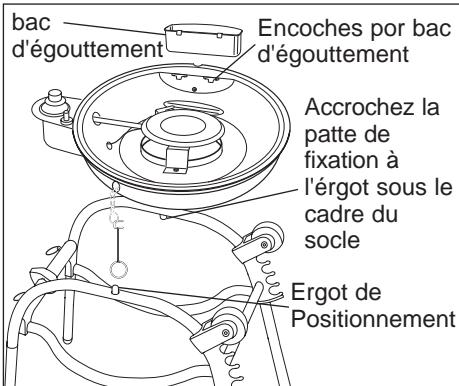

Figure 2
7. Après avoir lu le chapitre suivant concernant les différentes configurations du gril, placez le corps du gril sur son socle. Tel qu'illustré à la figure 2, accrochez la patte de fixation du gril sur l'ergot situé au-dessous du cadre, d'un côté du socle. Puis alignez le trou de positionnement du gril avec l'ergot situé au-dessus du cadre, sur le côté opposé.
Déposez le corps du gril sur le socle en accrochant la patte de fixation à l'ergot situé sous le cadre du socle. Alignez le trou de positionnement du gril avec l'ergot situé du côté opposé sur le cadre du gril. Déposez la plaque de cuisson sur le corps du gril. **INSTALLEZ LE BAC D'ÉGOUTTEMENT SUR LES ENCOCHES PRÉVUES À CET EFFET.** (Voir Figure 2 à la section « Avant la première utilisation »). Connectez la bouteille de gaz. Pour plus de détails, voir la section « Connexion de la bouteille de propane ». Le gril est prêt à fonctionner.